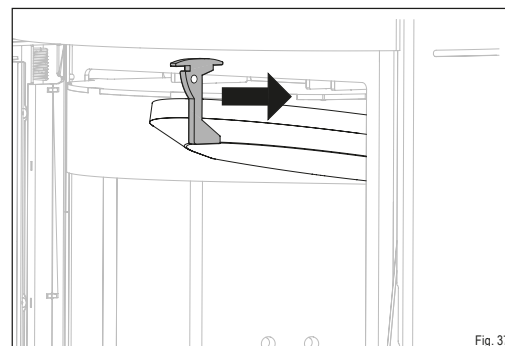

Fig. 37
- Faites glisser le support de la pierre thermique vers l'avant (Fig. 37).